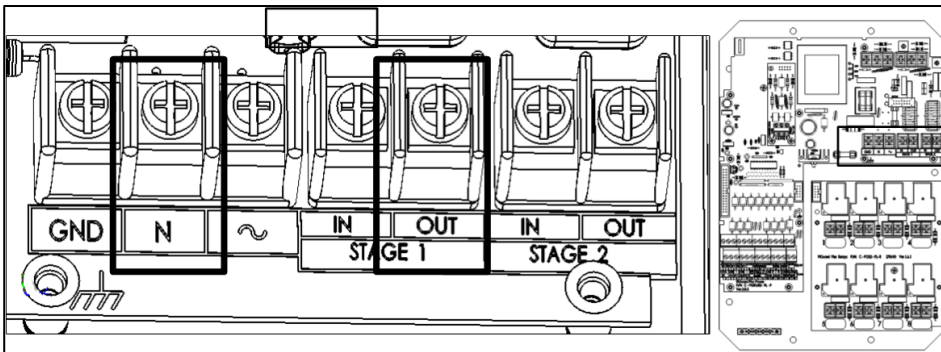

Figura 5: Energía del TRIAC 1
7. Ponga las puntas en los puertos **Input N** (Entrada N) y **Stage Out** (Fase, salida) (Figura 5 o 6 para TRIAC 1 o TRIAC 2 respectivamente). El voltímetro mostrará el voltaje que se suministra al ventilador.